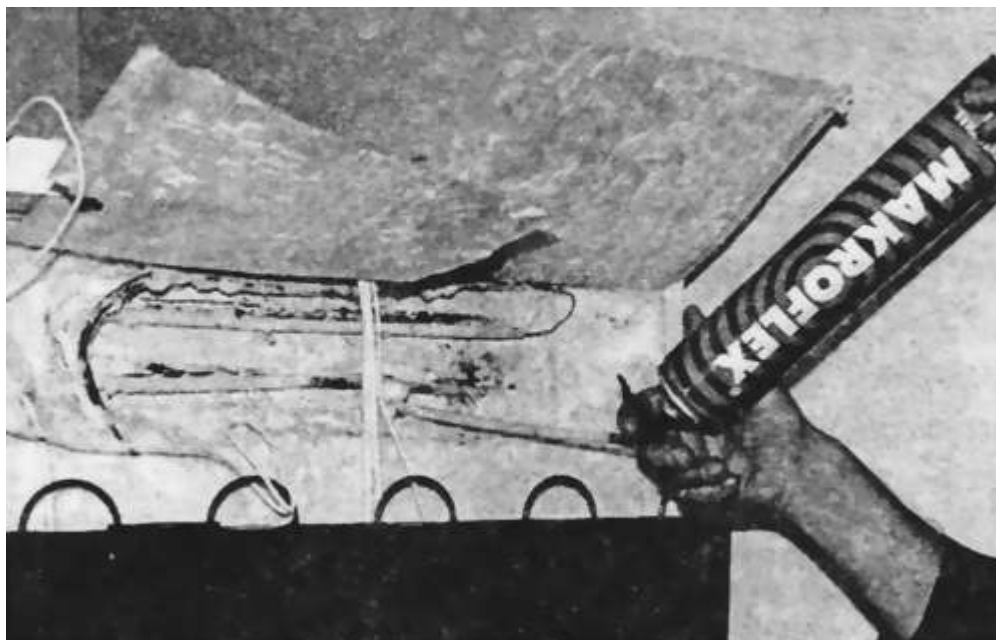

Рис. 15
- если в ходе проверки температура внутри холодильной (или морозильной) камеры в норме, монтажной пеной заполняют вскрытую часть задней стенки холодильника (рис. 15).
Как видно из рисунка, в данном случае используется пена МАКРОФЛЕКС. Не дав пене затвердеть, закрывают ее защитной пластиной (она видна на рис. 15 вверху). Через 2—3 часа удаляют остатки выдавленной пены. Затем и по бокам фиксируют винтами конденсатор 4 (рис. 7).